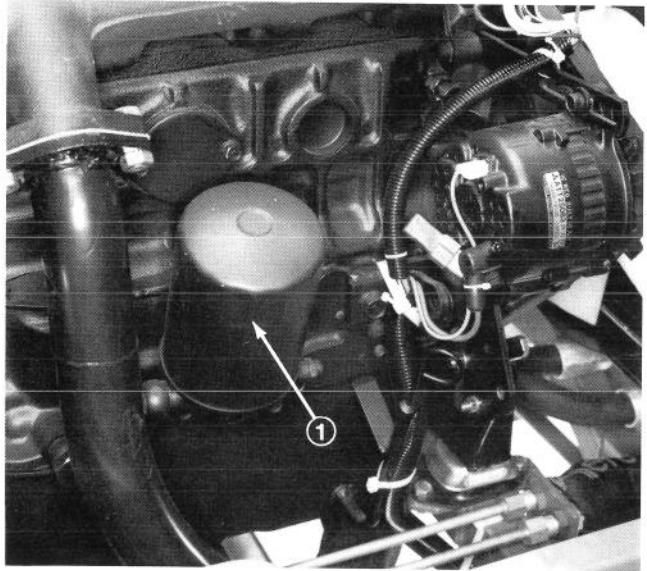

Fig. 35
2. Rimuovere il filtro dell'olio (Fig. 35). Spalmare un leggero strato di olio pulito sulla guarnizione di tenuta del nuovo filtro prima di avvitarlo. **NON STRINGERE TROPPO.**